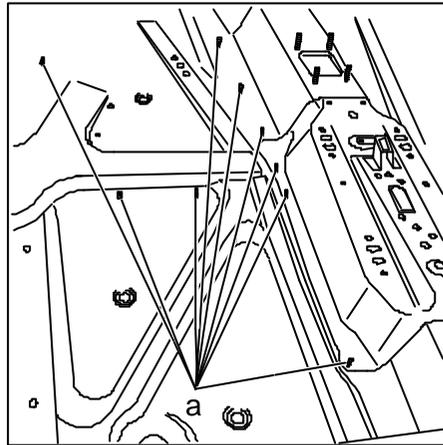

Fig. 7
- ✧ Couper les vis de fixation de la moquette (Rep a, Fig. 7) sur le plancher.